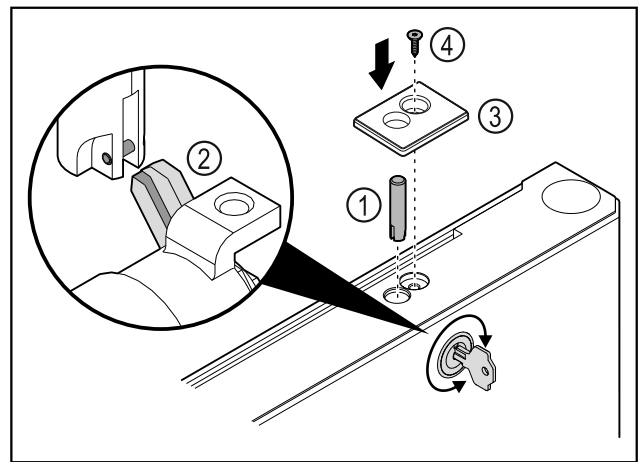

Fig. 47
- ▶ 插入锁销 Fig. 47 (1)。
- ▶ 轻轻转动锁，让锁销 Fig. 47 (2)卡入到锁的槽口中。
- ▶ 装入盖板 Fig. 47 (3)。
- ▶ 插入螺栓 Fig. 47 (4)。